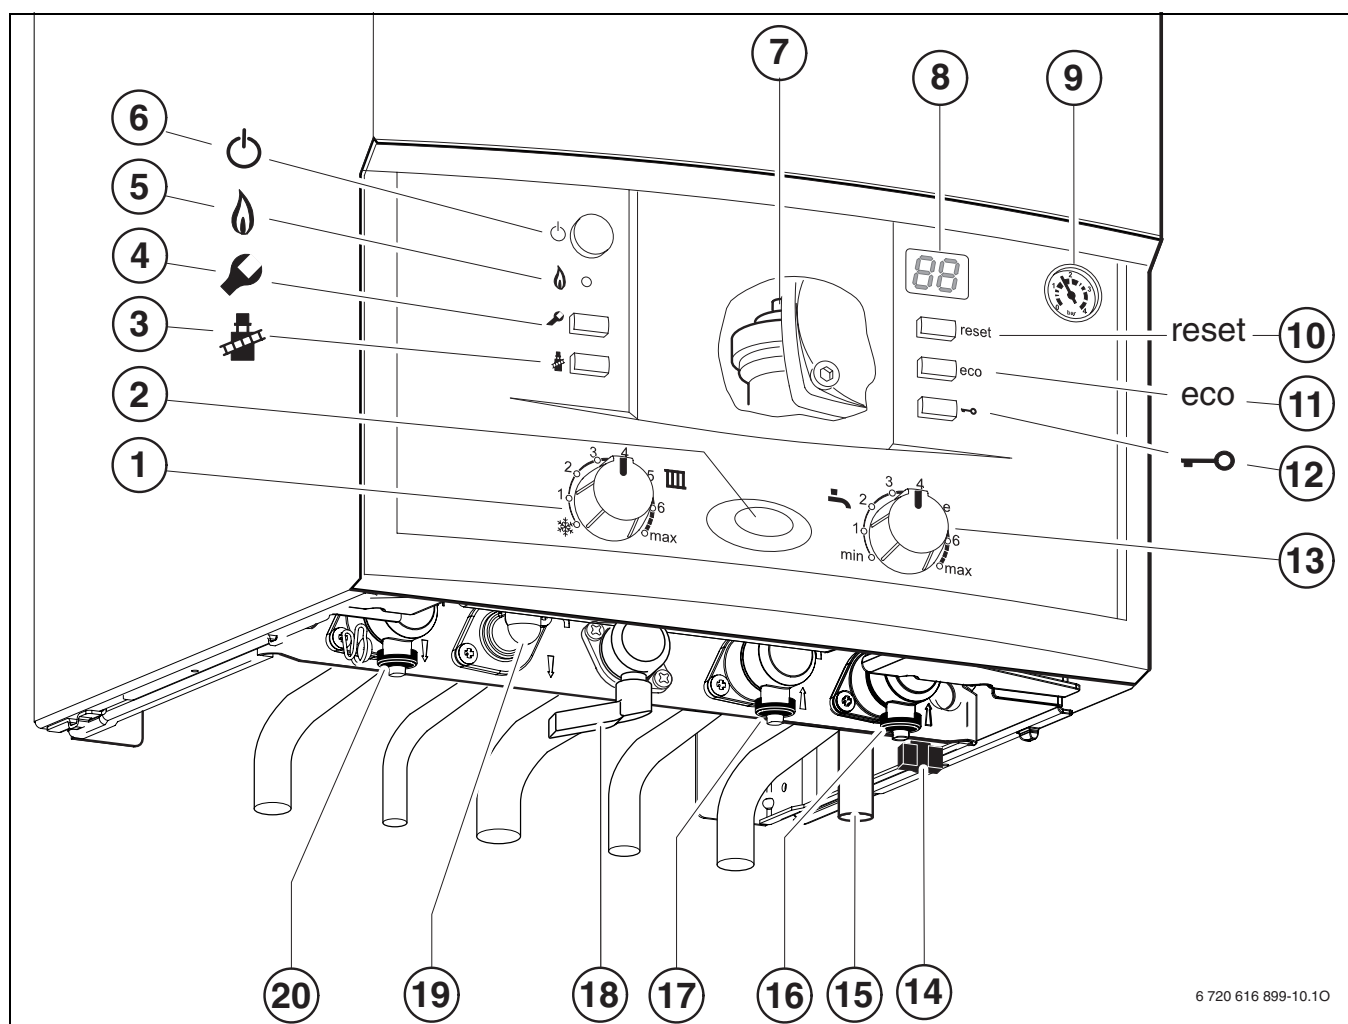

Fig. 29
- ▶ Ouvrir le robinet d'eau froide (→ fig 29, [17]).
- ▶ Ouvrir le robinet de départ du chauffage et le robinet de retour du chauffage (→ fig 29, [16] et [20]), remplir l'installation de chauffage à une pression comprise entre 1 et 2 bars et fermer le robinet de remplissage.
- Ouvrir le robinet de gaz (→ fig 29, [18]).
- Ouvrir le purgeur automatique (→ fig. 29, [7], page 40).